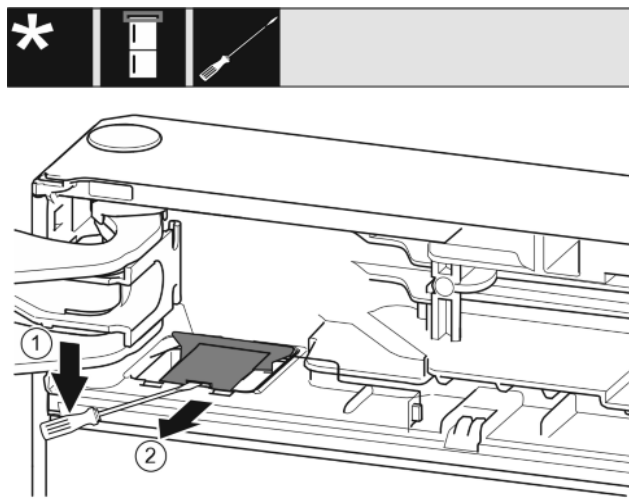

Fig. 8
► Con un destornillador para tornillos de cabeza ranurada, desencajar la cubierta y levantarla. Fig. 8 (1)
► Extraer la cubierta. Fig. 8 (2)